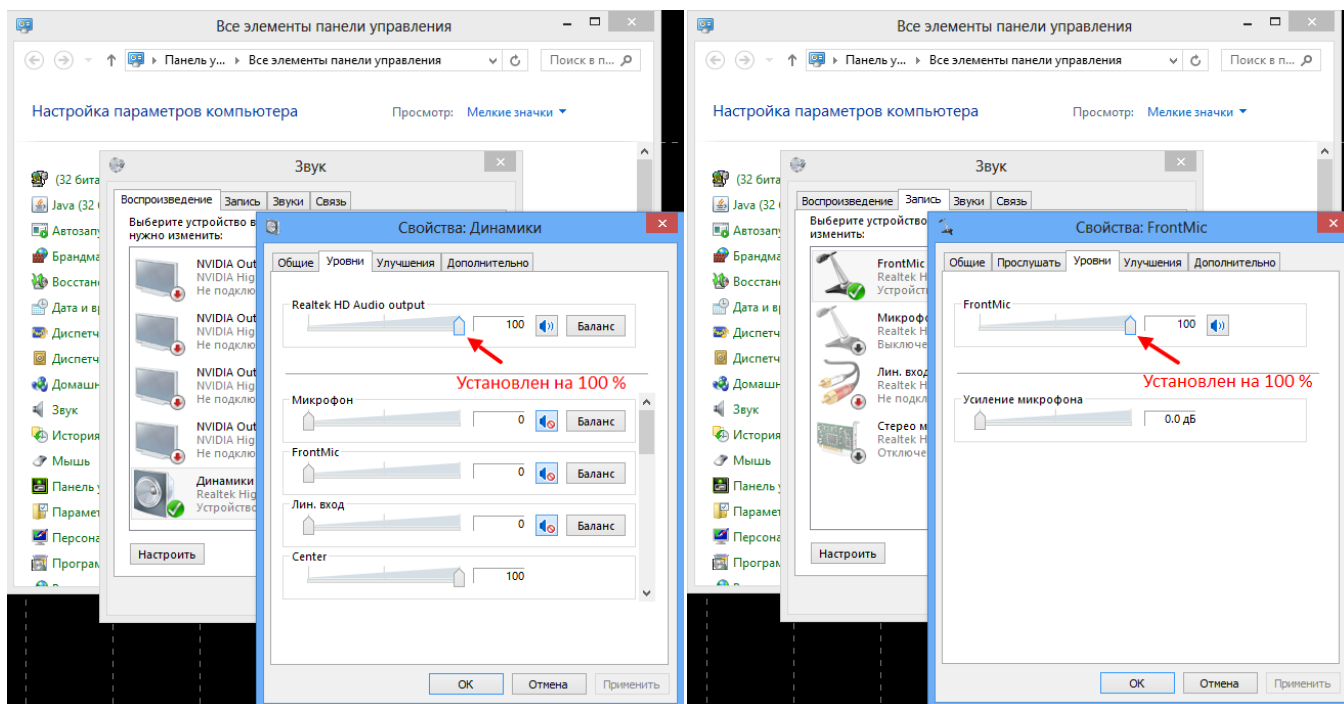

Рисунок 13 – Установка выходных уровней сигналов активных аудиоустройств
1. Включите персональный компьютер. После загрузки убедитесь, что регуляторы уровня для активных аудиоустройств установлены на максимальный (100%) уровень, а регулятор баланса установлен в нейтральное положение. Для этого откройте «Панель управления», далее «Оборудование и звук» и перейдите к свойствам активных устройств (рисунок 13). Проверьте и при необходимости скорректируйте выходные уровни.